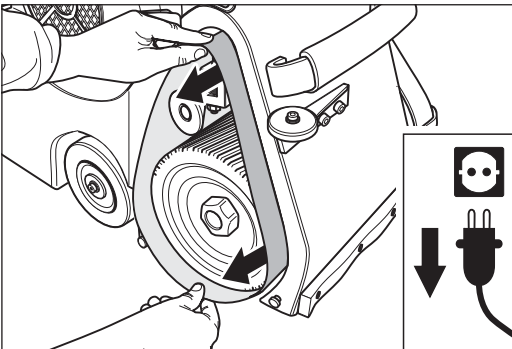

Abb. 68 Das Schleifband von den Walzen abnehmen.
- 5 Nehmen Sie das Schleifband von den Walzen ab (Abb. 68).